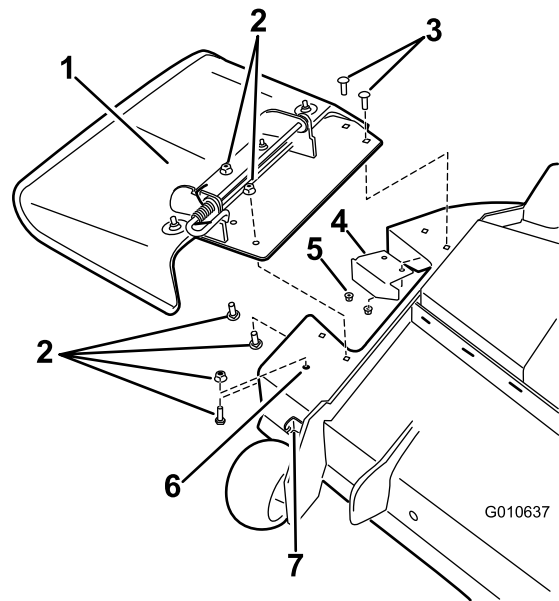

Figura 5
1. Retire las fijaciones que sujetan el conjunto del deflector y el tabique existente a la carcasa de corte (Figura 5). Guarde todas las fijaciones.